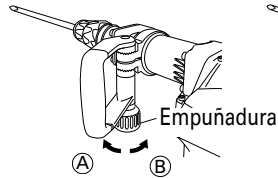

Fig. 6
- (1) Afloje el asa girando la empuñadura en el sentido de **(A)**, como se muestra en la Fig. 6.